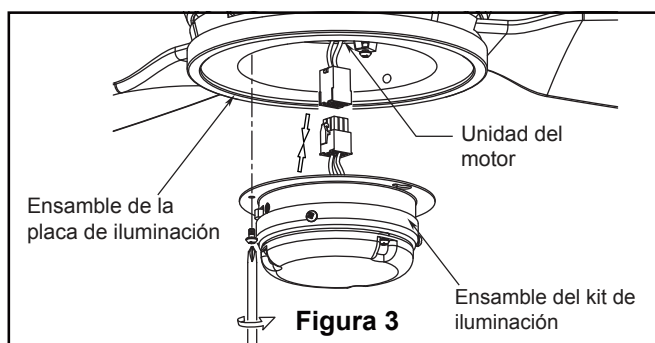

Figura 3
1. Utilice el tornillo de intervalo de 3/8" x 2" y la arandela plana para fijar el cable de seguridad a la viga del techo o a la estructura de madera. Dicho tornillo pasará a través de arandela plana, la presilla del cable de seguridad y se fijará en la estructura del edificio. (Figura 3)
2. El cable de soporte del techo necesita atravesar el centro. Orificio del soporte de techo durante el montaje. Usando los dos Los tornillos # 8-32 sujetan firmemente la junta del soporte de techo y el soporte del techo a la caja de conexiones del techo como se muestra. (Figura 3)
3. Fije firmemente el conector de 9 pasadores de la unidad del motor al enchufe del mazo de cables dentro de la ensamble del kit de iluminación. Instale la ensamble del kit de iluminación en el soporte utilizando las dos el soporte utilizando las dos ranuras principales. Vuelva a colocar el tercer tornillo y asegure apriete. (Figura 3)
3. Para que el ventilador sea funcional, instale las pila (incluidas) de 23A/12V en el transmisor del mando a distancia. Mientras el ventilador esté apagado. A continuación, siga el proceso de fijación remota de código. Si no se utiliza el ventilador durante un largo periodo de tiempo, extraiga la batería para evitar cualquier daño al transmisor. Almacene el mando a distancia en un lugar alejado del calor o la humedad excesiva. (Figura 3)